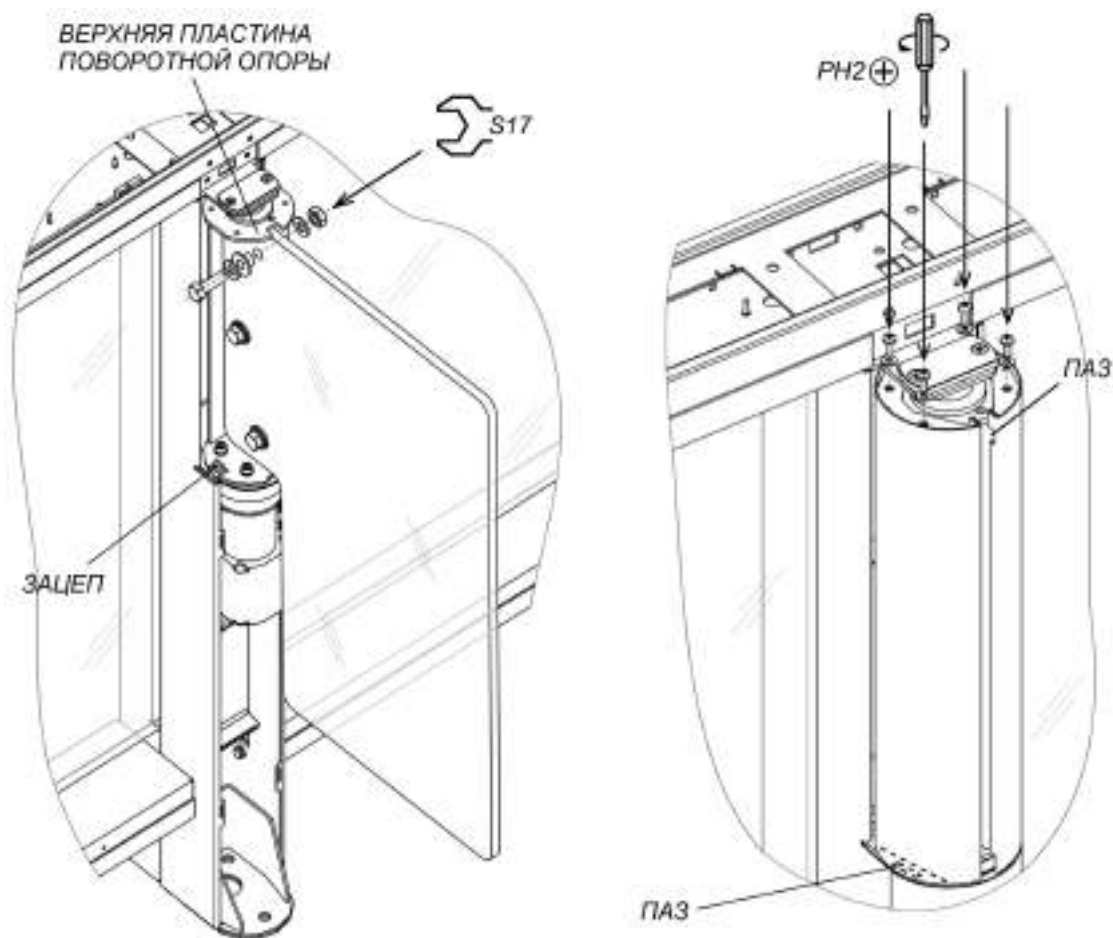

Рисунок 22. Створка и кожух створки
22. Распакуйте стеклянные створки (1) и произведите их монтаж (рис. 22, разд. 8.9.3).
23. Установите кожухи створок (4) из комплекта принадлежностей (рис. 22, разд. 8.9.4).
Снятие или установку створки производите вдвоем. Створка к поворотной опоре крепится в трех местах при помощи болтов M10×30, шайб 10, втулок пластиковых и гаек M10 (см. рис. 22). Используйте рожковые ключи S17.
2. Смонтируйте одну из частей кожуха на поворотную опору створки. Для этого оденьте кожух на верхнюю пластину поворотной опоры через пазы в верхней части кожуха, после чего сдвиньте кожух вниз до конца, введя нижний паз кожуха в зацеп, расположенный в нижней части поворотной опоры (см. рис. 22).